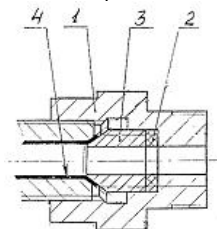

Рис. 4 – Переходной штуцер.
7.26 Для предотвращения нарушения герметичности соединения и нарушения конуса медной трубки при монтаже и демонтаже системы водонагрева необходимо удерживать переходной штуцер **1 (рис. 4)** от проворачивания.